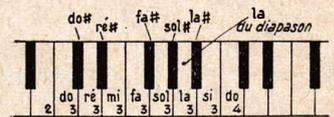

Fig. 13. — Repérage des notes sur le clavier du piano.
4. Réglage des notes : Brancher un casque 4 000 Ω sur la bobine du sélecteur. En pinçant une lame un courant s'induit dans le bobinage et on entend dans l'écouteur la note correspondante. Couper petit à petit une des lames extrêmes jusqu'à obtenir un S_4 , en utilisant un piano (ou un autre instrument bien accordé) comme référence (fig. 13). Cette lame sera la plus courte. Couper les autres lames pour obtenir :